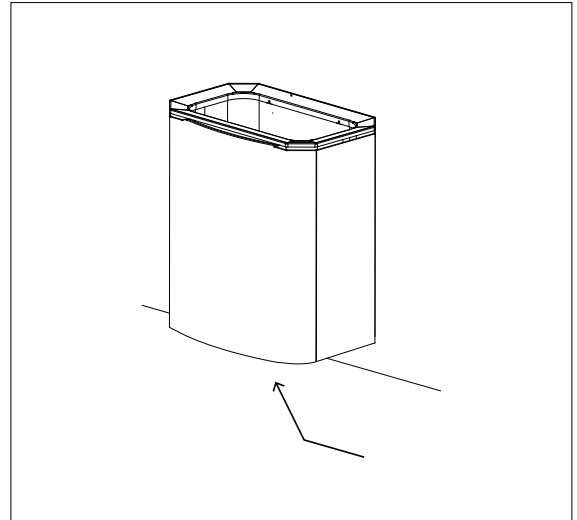

Abbildung 6.3-2. Lage des Hauptschalters
10. Vergewissern Sie sich, dass der Hauptschalter (I/O) des Ofens auf der Position O steht. Siehe Abbildung 6.3-2